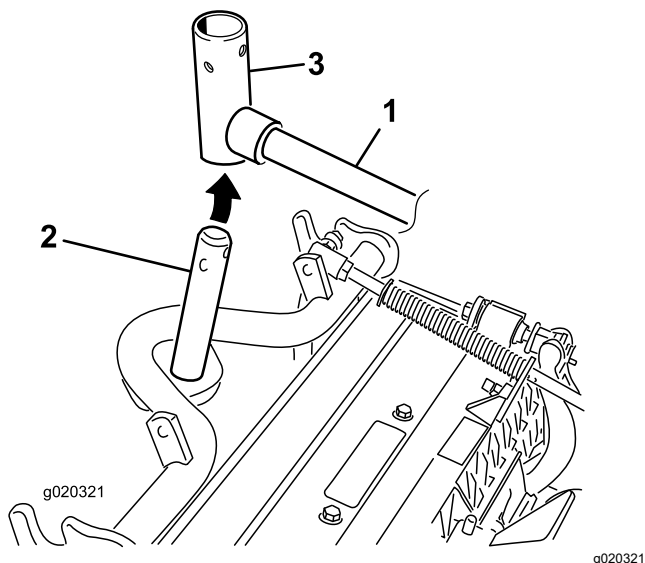

Bild 10
9. Frontmähwerke: Schieben Sie ein Mähwerk unter den Hubarm und schieben Sie gleichzeitig die Trägerschwerachse in das Gelenk des Hubarms (**Bild 10**).
- B. Setzen Sie das Hubarmgelenk in die Trägerschwerachse ein (**Bild 10**).